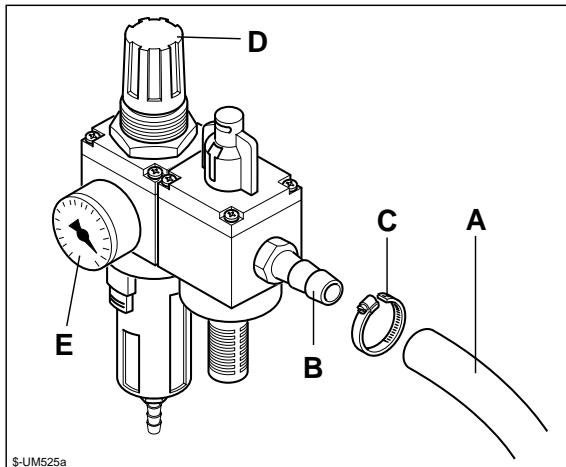

Fig. 4.8a
- Collegare il tubo dell'aria A (Fig. 4.8a) al raccordo B di Ø 14mm del gruppo filtro.